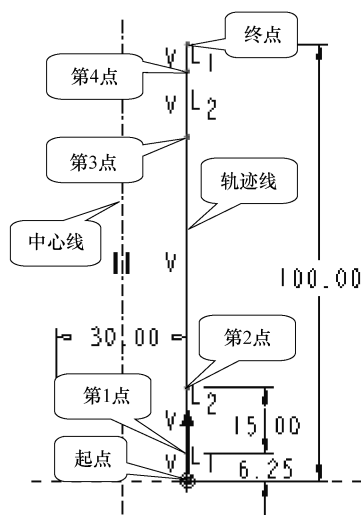
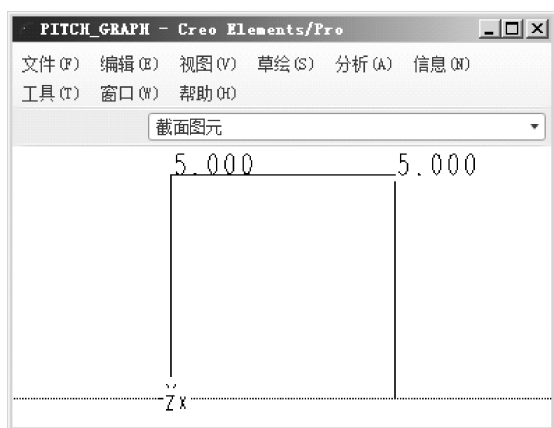

图 6-89 草绘轨迹和轴线
图 6-90 控制曲线窗口
- (1) 使用默认模板，新建文件名为“liti6-9. prt”的实体文件。
- (2) 选择菜单栏中的【插入】|【螺旋扫描】|【伸出项】选项。
- (3) 在【属性】菜单中选择【可变的】|【穿过轴】|【右手定则】|【完成】选项。
- (4) 在【设置草绘平面】菜单中选择【新设置】选项，在【设置平面】菜单中选择【平面】选项，在图形区选择“FRONT”基准面，在【方向】菜单中选择【确定】选项，在【草绘视图】菜单中选择【缺省】选项，使用默认参照，进入草绘界面。
- (5) 草绘轨迹和轴线，如图 6-89 所示。单击【草绘器工具】工具栏中的，完成轨迹定义，开始设置螺距。
- (6) 消息区提示“在轨迹起始输入节距值”，在其后的组合框中输入节距值为“5”，在图形区单击鼠标中键，接受该值完成起点螺距的定义。
- (7) 消息区提示“在轨迹末端输入节距值”，在其后的组合框中输入节距值为“5”，在图形区单击鼠标中键，接受该值完成起点螺距的定义。
- (8) 此时出现如图 6-90 所示的节距图形窗口和如图 6-91 所示的【定义控制曲线】菜单。
- (9) 选择【控制曲线】菜单中的【定义】选项，在【定义控制曲线】菜单中选择【增加点】选项，定义各点节距。
- (10) 在图形区选择各节点（以蓝色小点显示），在如图 6-90 所示的图形中出现该点的节距